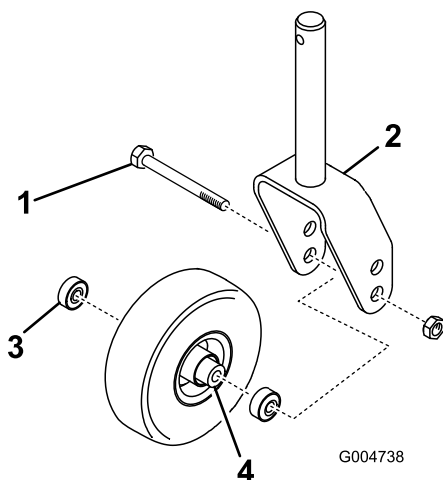
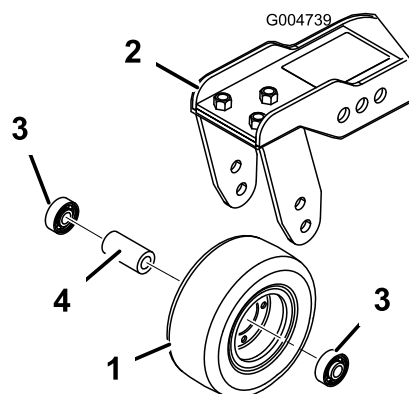

Figura 89
Figura 90
- Togliere il dado di bloccaggio dal bullone che fissa il gruppo ruota orientabile alla forcella (Figura 89) o al braccio di rotazione (Figura 90). Afferrare la ruota orientabile ed estrarre la vite a testa cilindrica dalla forcella o dal braccio di rotazione.
- Togliere il cuscinetto dal mozzo della ruota e lasciare cadere il distanziale del cuscinetto (Figura 89 e Figura 90). Togliere il cuscinetto dalla parte opposta del mozzo della ruota.